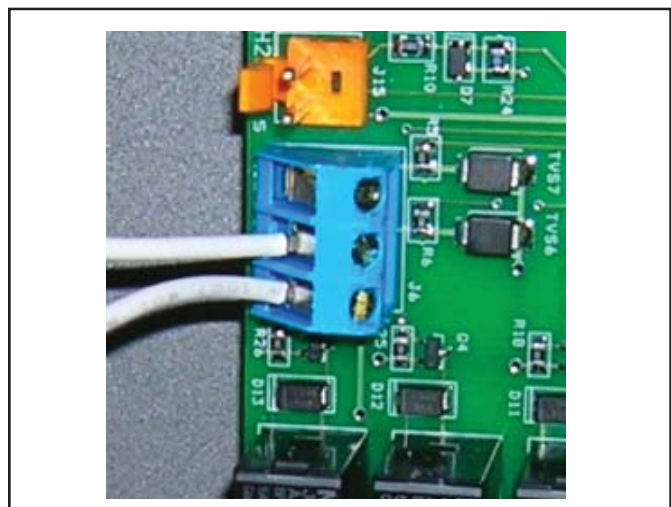

Figure 16b. Connexion de AquaLink RS ou de TSTAT à distance (Connexion bifilaire)
- Brancher le câblage du système de contrôle de la piscine ou du spa à la prise de commande à distance de la thermopompe (se référer à la figure 16b).